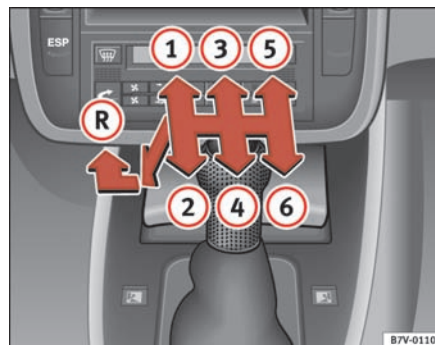

Fig. 127 Gearstang med positioner til manuel gearkasse
- Sæt gearstangen ⇒ fig. 127 i frigear.